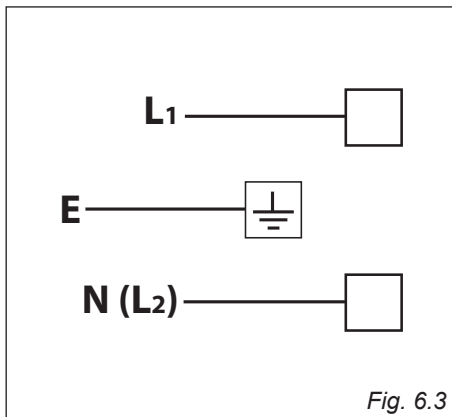

Fig. 6.3
- Il nuovo cavo di alimentazione, di tipo e sezione adeguata, deve essere fissato alla morsetteria secondo lo schema elettrico in fig. 6.3.